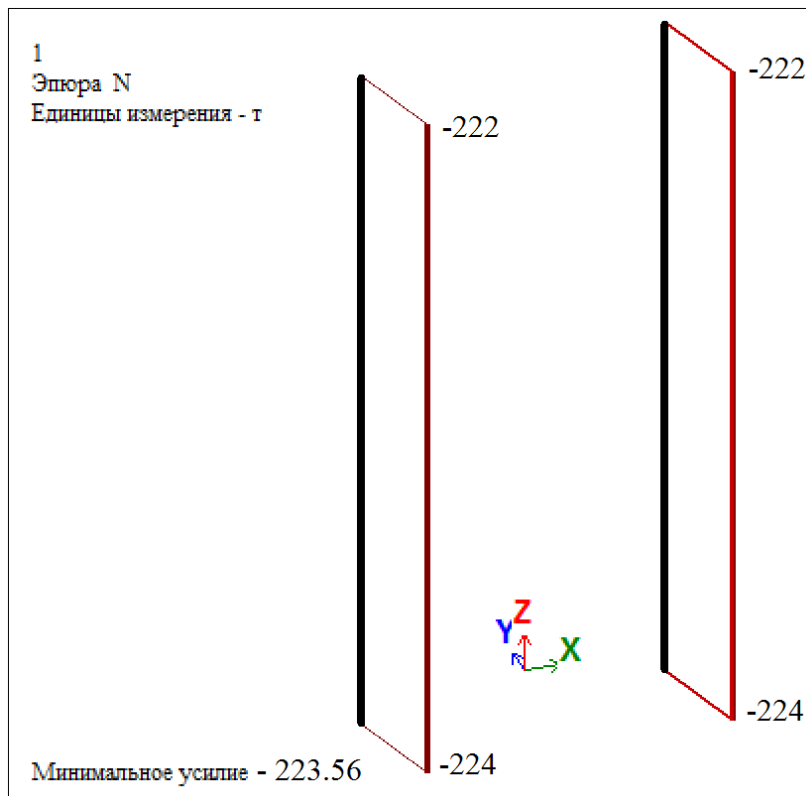

Рис. 21.4. Эпюры нормальных усилий во внутренних колоннах
- Для вывода эпюры **N** щелкните по кнопке **N** – во вкладке **Эпюры/мозаика** (панель **Усилия в стержнях** на вкладке **Анализ**). Эпюра должна выглядеть так, как показано на рис. 21.4.